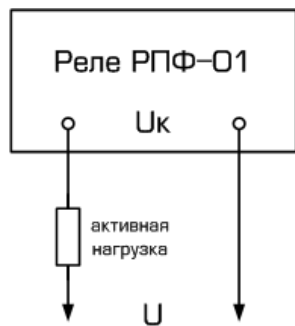

Рисунок 2. Подключение РПФ-01 при коммутации активной нагрузки в цепях переменного (пульсирующего) тока
4.2 Пороговая освещенность отпускания реле при коммутации активной нагрузки в цепях пульсирующего и переменного тока (см. рис.2), не более – 0,7 Ен.